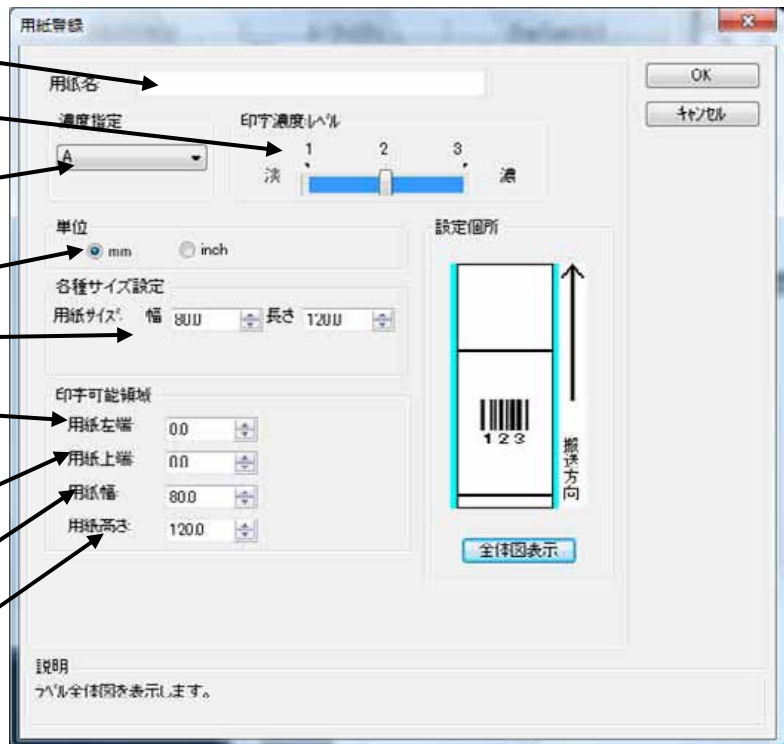

図 1.4.6. 「用紙登録」画面
- (1) 使用する用紙を選択します。使用する用紙が登録されていない場合は(6)「用紙登録」により登録してください。
- (2) 用紙搬送方向に対する印刷方向を設定します。
- (3) 印字レイアウトの基点を補正します。通常は0です※。
- (4) 各仕様のプリンタにおける、用紙搬送量を補正します。「デバイスの設定」画面にて情報を取得すると用紙の初期値になります。
- (5) 用紙の基準位置を補正します。「デバイスの設定」ダイアログにて情報を取得すると用紙の初期値になります。
- (6) 「用紙登録」ボタンをクリックすることにより、図 1.4.6 に示す「用紙登録」画面が表示されます。「用紙編集」をクリックした場合は「用紙名」に表示されている用紙の編集になるだけで、設定内容は同じです。
- (7) チェックしておくことにより、「用紙登録」を選択した際の初期値に、「用紙名」に表示されている用紙の設定値を適用します（「フリーサイズ」の設定値は適用できません）